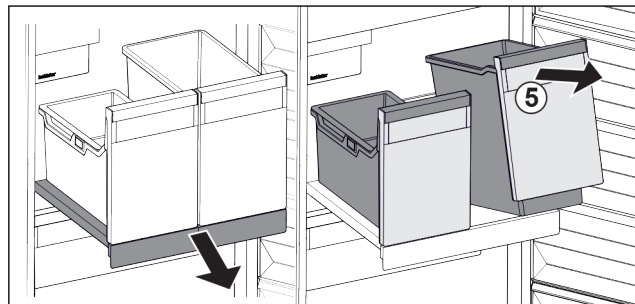

Fig. 94
- Nádobu Fig. 94 (5) vpředu nadzvedněte.